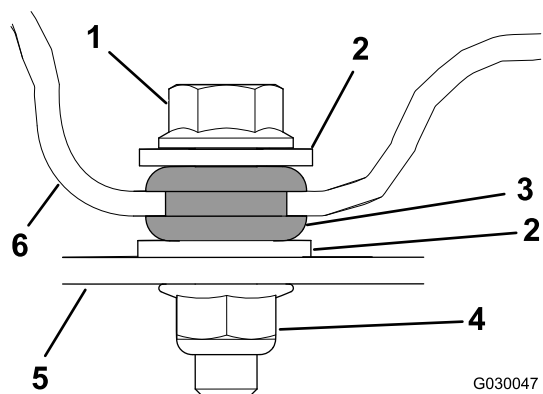

Figura 6
3. Sujete el toldo con 4 pernos con arandela prensada, 8 arandelas, y 4 contratuercas con arandela prensada (Figura 6).